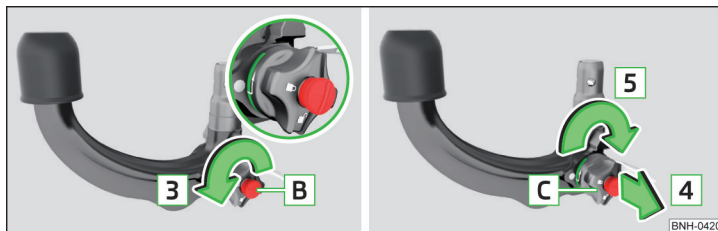

Fig. 212 Ajustar la posición de reserva
- Gire la llave **B** hasta el tope en el sentido de la flecha **3** de manera, que la flecha en la llave muestra hacia el símbolo $\square$ » fig. 212.